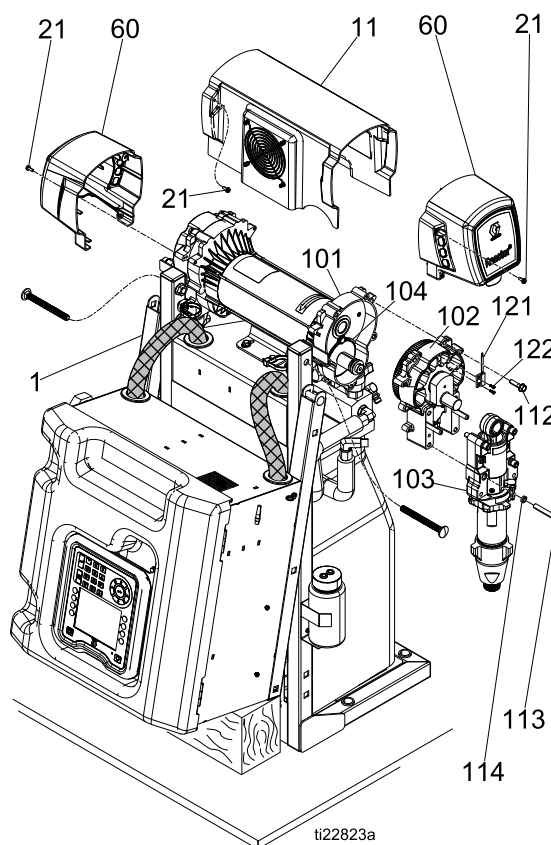

Figure 4
1. Kontrollera att låsmuttern (G) är fastskruvad på pumpen med den flata sidan upp. Skruva in pumpen i lagerhuset (M) tills stifthålen är inriktade. Tryck in stiftet (F). Dra ner kabelklämman (E). Se fig. 4 för översikt och monteringsanteckningar.
2. Fortsätt att skruva in pumpen i huset tills vätskeutloppet (D) är inriktat med stålrör och toppgångorna är +/- 2 mm (1/16 tum) från lagerytan (N).
3. Dra åt låsmuttern (G) genom att slå på den med en gnistfri hammare.
4. Återanslut vätskeinlopp (C) och -utlopp (D).